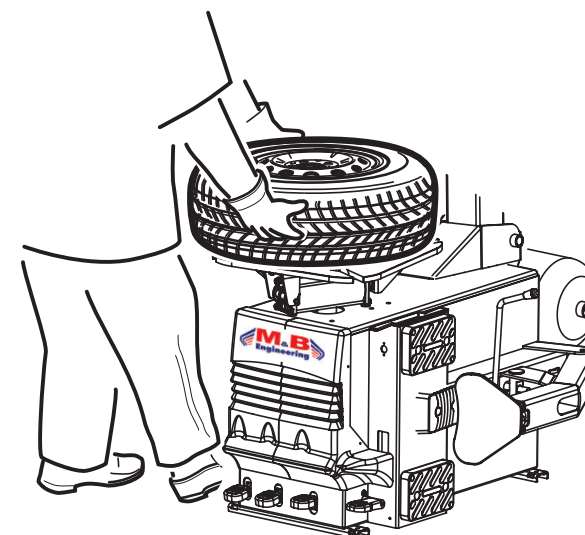

fig.44
- sollevare il pneumatico verso l'alto con entrambe le mani, permettendo all'aria (che fuori esce dai fori delle corsie) di "entrare" fra cerchio e pneumatico (fig.44).
- spingere il pedale di gonfiaggio (L) fino a fine corsa, per ottenere la fuoriuscita dell'aria dalle corsie e, allo stesso tempo, rilasciare il pneumatico per consentire l'**intallamento**.
N.B.: qualora il pneumatico non si "intalloni" ripetere scrupolosamente le operazioni suddette. Una volta intallato il pneumatico, continuare l'operazione di gonfiaggio, premendo il pedale di gonfiaggio (L) nella posizione intermedia, fino a raggiungere la pressione desiderata.
- Raise the tyre with both hands to allow the air (which comes out of the tracks) to get between rim and tyre (fig.44).
- Press the inflation pedal (L) completely down to obtain the air output frothe tracks. At the same time release the tyre to allow the **beading in**.
N.B.: Whenever the tyre does not bead in, repeat all the stages in the above sequence. When the tyre is beaded in, continue inflation by pressing the pedal (L) in the intermediate position until the desired pressure is reached.
- soulever des deux mains le pneu vers le haut, permettant à l'air (qui sort des orifices de la voie de "pénétrer" entre la jante et le pneu (fig.44).
- presser sur la pédale de gonflage (L) jusqu'à la fin de la course, pour permettre la sortie de l'air des voies et en même temps, libérer le pneu pour en permettre l'intalonnement.
N.B. Au cas où le pneu ne "s'intalonnerait pas" répéter soigneusement les susdites opérations. Après avoir intalonné le pneu, continuer l'opération de gonflage en pressant sur la pédale de gonflage (L) dans la position intermédiaire, jusqu'à atteindre la pression désirée.
- den Reifen mit beiden Händen hochheben, damit so die Luft (die ausden Öffnungen der Gänge austritt) zwischen Felgen und Reifen "eindringen" kann (Abb. 44);
- das Aufpumpedal (L) bis Umlaufende betätigen, damit die Luft aus den Gängen ausströmt und gleichzeitig den **Reifen herunterlassen**, um so die Einwulstung zu ermöglichen.
- Levante el neumático hacia arriba con ambas manos, consentiendo al aire (que sale por los orificios de los recorridos) de entrar entre llanta y neumático (fig. 44)
- Apriete el pedal de hinchamiento (L) hasta el tope del recorrido, para obtener la salida del aire de los recorridos y contemporáneamente relaje el neumático para consentir su **talonamiento**.